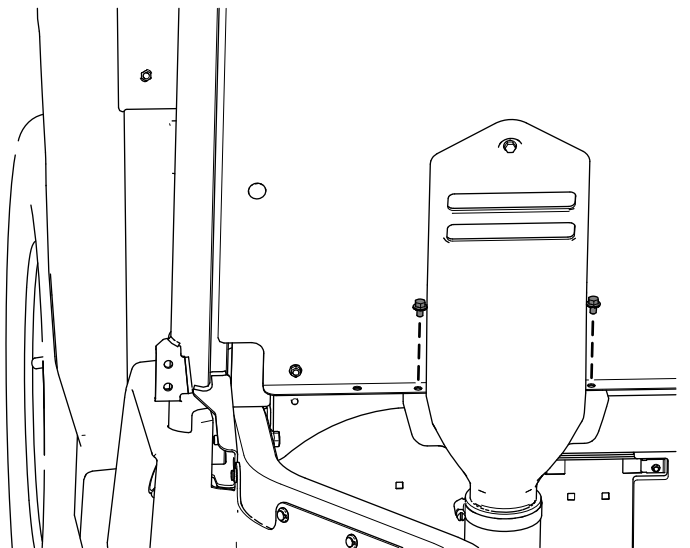

Figure 29
- G. Fixez le bas du capot d'admission CVT au panneau du siège à l'aide des 2 boulons à embase ( $\frac{1}{4} \times \frac{3}{8}$  po) retirés précédemment, comme montré à la Figure 29.